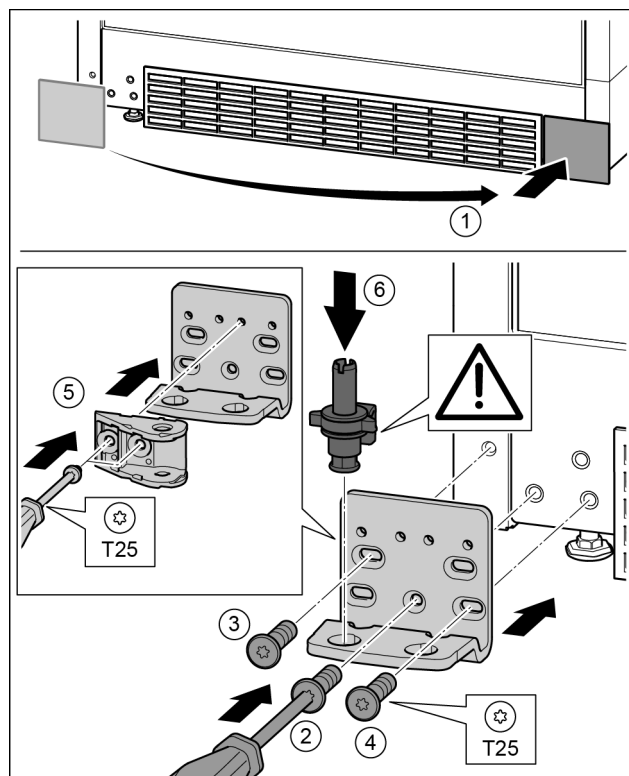

Fig. 31
- ▶ Sejměte kryt a připevněte jej na druhé straně. Fig. 31 (1)
- ▶ Nasadte stojan ložiska na druhé straně a přišroubujte pomocí šroubováku T25. Začněte šroubem 2 dole uprostřed. Fig. 31 (2)
- ▶ Pevně utáhněte šroub 3 a 4. Fig. 31 (3, 4)
- ▶ Spojení tlumiče zavírání otočte o 180°. Šroubovákem T25 přišroubujte na druhé straně stojanu ložiska. Fig. 31 (5)
- ▶ Zcela vložte ložiskový čep. Přitom dávejte pozor, aby zajišťovací vačka směřovala dozadu. Fig. 31 (6)